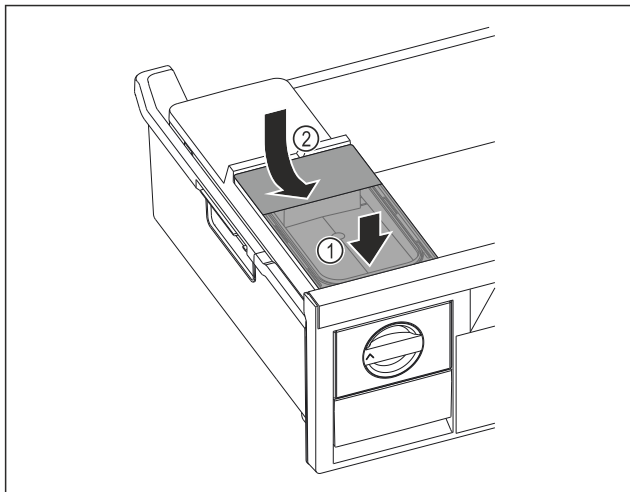

Fig. 92
- ▶ Помістити бак для води спереду. Fig. 92 (1)
- ▶ Опустити бак для води ззаду. Fig. 92 (2)